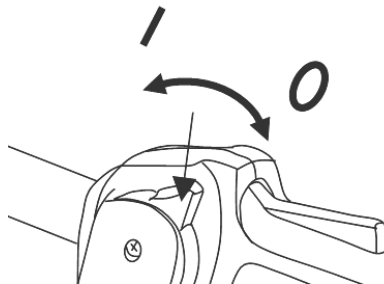

Fig.9
2. Mettez l'interrupteur du moteur en position marche « I » (Fig.9)